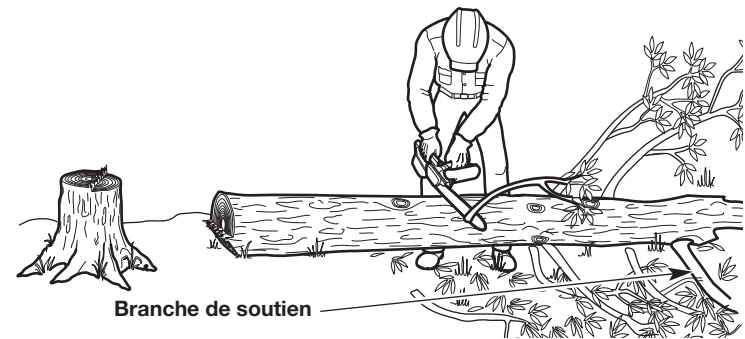

Fig. 21
1. Laissez les grosses branches de soutien sous l'arbre pour la fin (Fig. 21). Ceux-ci garderont l'arbre au sol pendant le processus d'ébranchage.
2. Coupez une branche à la fois. Tenez-vous du côté opposé de l'arbre à partir de la branche (Fig. 21). Gardez le tronc entre l'opérateur et la tronçonneuse. Pour éviter de bloquer la tronçonneuse, les branches sous tension doivent être coupées de bas en haut.